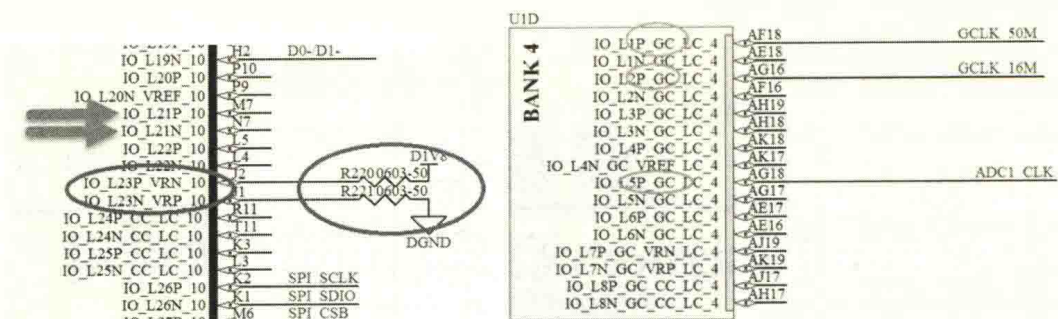

图 11-1 FPGA 管脚调整的注意事项
(1) 如图 11-1 所示，当存在 VRN / VRP 管脚连接上 / 下拉电阻时，不可以调，VRN / VRP 管脚提供一个参考电压供 DCI 内部电路使用，DCI 内部电路依据此参考电压调整 I / O 输出阻抗与外部参考电阻 R 匹配。
(2) 一般情况下，相同电压的 Bank 之间是可以互调的，但部分客户会要求在 Bank 内调整，所以调整之前要跟客户商量好，以免做无用功。
(3) 做差分时，“P”、“N”分别对应正、负，不可相互之间调整。
(4) 全局时钟要放在全局时钟管脚的 P 端口，不可以随便调整。